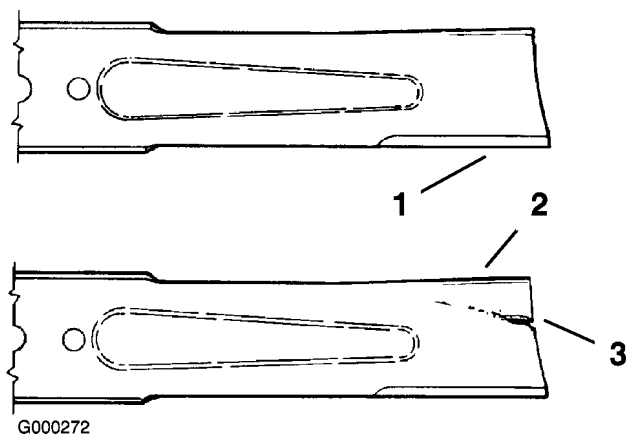

Figura 64
1. Inspeccione los filos de corte (Figura 64). Si los bordes no están afilados o tienen muescas, retire las cuchillas y afílelas. Consulte Afilado de las cuchillas.
2. Inspeccione las cuchillas, especialmente la parte curva (Figura 64). Si observa daños, desgaste o la formación de una ranura en esta zona (Figura 64), instale inmediatamente una cuchilla nueva.